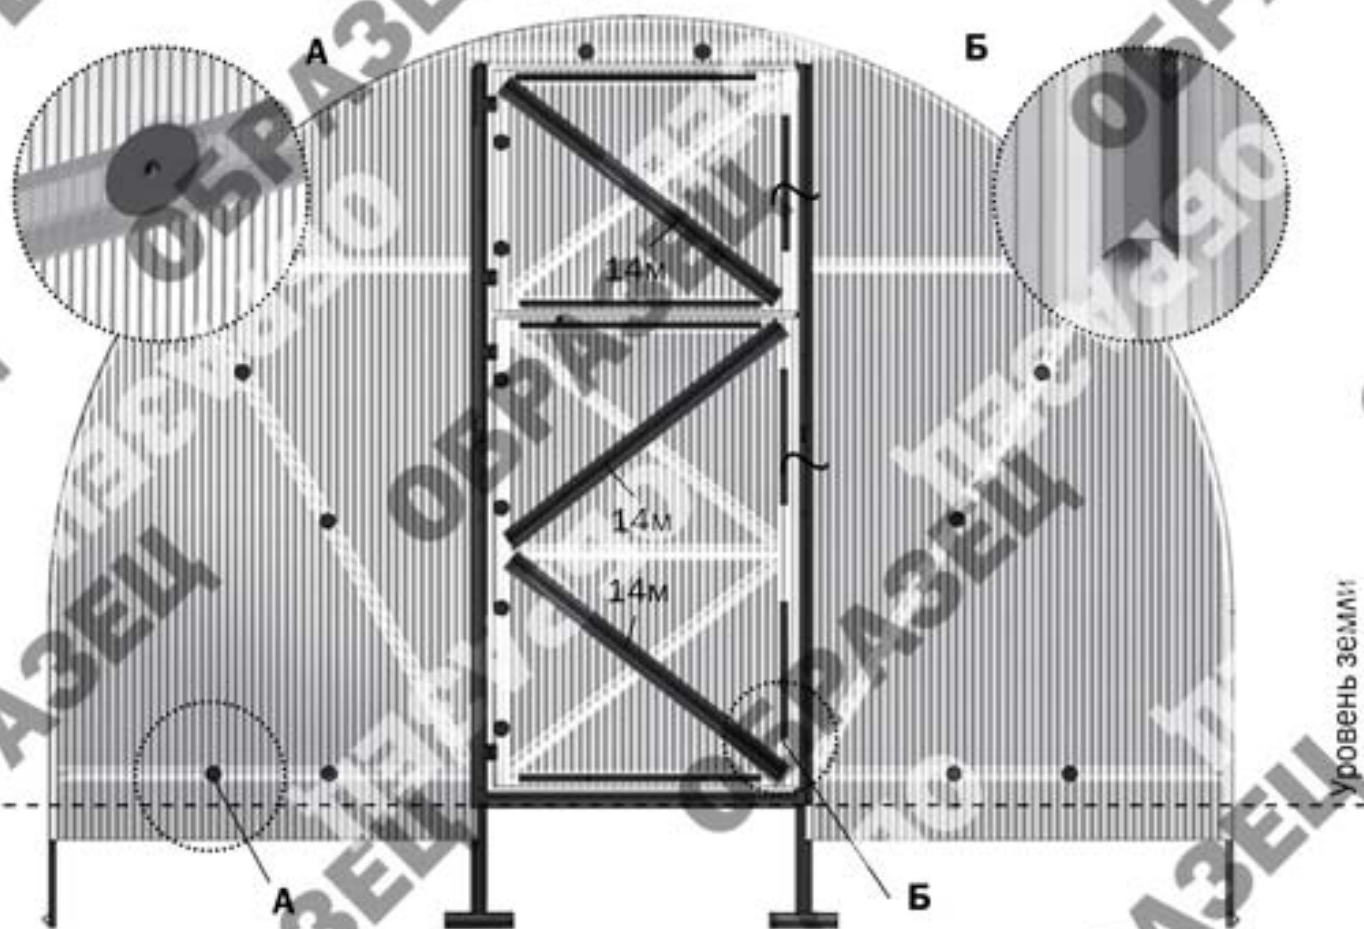

Рис. 23
2. Установите боковые куски покрытия торца в соответствии с **рис.15**. Придерживая кусок покрытия, закрепите его винтами с шайбами по деталям **11** и **8** (**рис.23**). Отверстия для винтов выполняются сверлом диаметром 4 мм изнутри теплицы через готовые отверстия в деталях каркаса.
5. Закрепите куски покрытия на форточки и двери прижимами и шайбами (**рис.23**), предварительно закрыв соты (оклеив их скотчем). Профили уплотнительные устанавливаются по контуру дверей и форточек в соответствии с рисунками **19...22**.
6. Шайбы и прижимы на торце устанавливаются в соответствии с **рис.23**.
Покрытие, закрепляется винтами с шайбами в соответствии с рис. 23а. В некоторых деталях остаются свободные отверстия, по ним винты с шайбами не устанавливать!
Рис. 23а